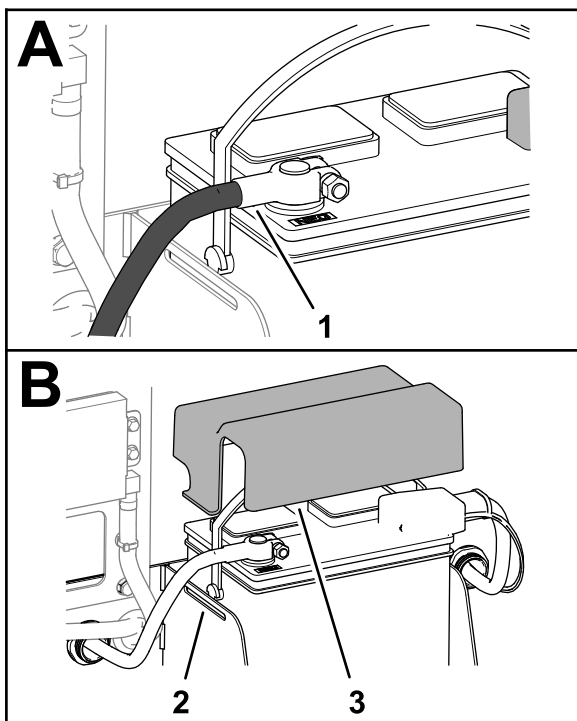

Figure 20
2. Placez la cosse du câble négatif sur la borne de la batterie et serrez le boulon en T et l'écrou de la cosse (Figure 20).
4. Posez le couvercle sur la batterie en insérant les pattes du couvercle dans les fentes du support de la batterie (Figure 20).